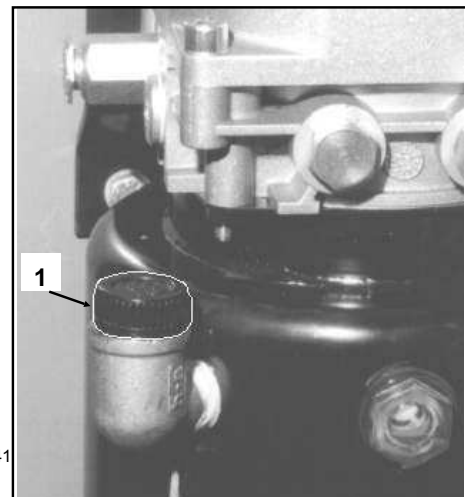

Fig.41
- 3 - Montare all'estremità superiore dei cilindri i 2 raccordi a "L" (9) forniti in dotazione, connettere ai due raccordi i tubi di scarico Ø8 (10) e collegarli al raccordo a "Y" (11) sulla centralina.
- 4 - Fissare il tubo (1) alla traversa con i tre collari (8) forniti in dotazione con le viti e i dadi.
- 7 - Togliere il tappo di carico olio e sostituirlo con il tappo di sfiato fornito (Ref.1 Fig.41).
- 3 - Fit the 2 "L" fittings (9) on the upper end of the cylinders, connect the 2 Ø8 exhaust pipes (10) to the 2 fittings and connect them to the "Y" fitting (11) on the hydraulic unit.
- 4 - Fix the pipe (1) to the inside part of the upper beam with the three collars (8) provided in endowment with the screws and the nuts.
- 7 - Remove the oil filling cap and replace it with the given drain cap (Ref.1, fig.41).